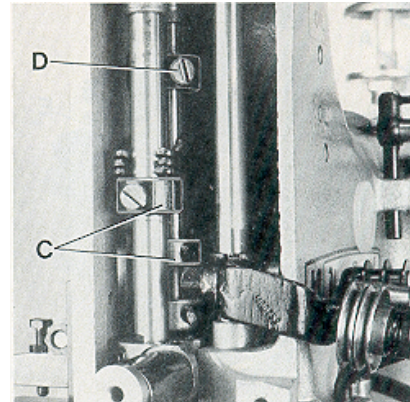

Fig. 25
By relocating the collars (C, Fig. 25) which serve as a leaf spring rest on the left and right presser bar, the pressure can be changed. Raising the collars increases the pressure, lowering the collars decreases it.
The presser foot lift is limited with the upper stop collar (D, Fig. 25) on the right presser bar. When the needles are in their lowest position and the presser foot is lifted with the presser foot lifter lever, the needle holder should not contact the presser foot. Besides this, the lifted presser foot should not contact the right upper spreader moving upwards. Set the stop collar (D) accordingly.
Durch Verstellen der als Blattfederauflage dienenden Stellringe (C, Fig. 25) auf der linken und rechten Drückfußstange kann der Druck verändert werden. Verstellen der Stellringe nach oben verstärkt, Verstellen nach unten verringert den Druck. Der Hub des Drückfußes wird mit dem Anschlag-Stellring (D, Fig. 25) oben auf der rechten Drückfußstange begrenzt. Wenn die Nadeln in der untersten Stellung sind und der Drückfuß mit dem Drückfuß-Lifterhebel angehoben wird, darf der Nadelhalter den Drückfuß nicht berühren. Zudem darf der geöffnete Drückfuß den nach oben gehenden rechten oberen Blindgreifer nicht berühren. Stellen Sie den Anschlag-Stellring (D) entsprechend ein.